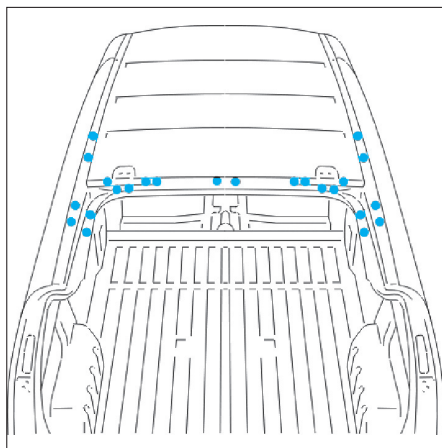

FIG. 100
- Souder par points électriques avec l'équipement (Fig.100).